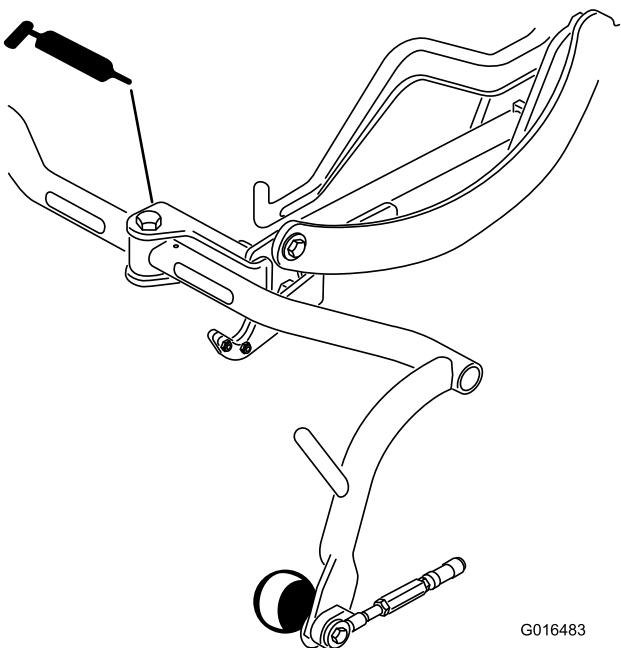

Figura 36
- Pivote del bastidor de tiro (3) (Figura 36)